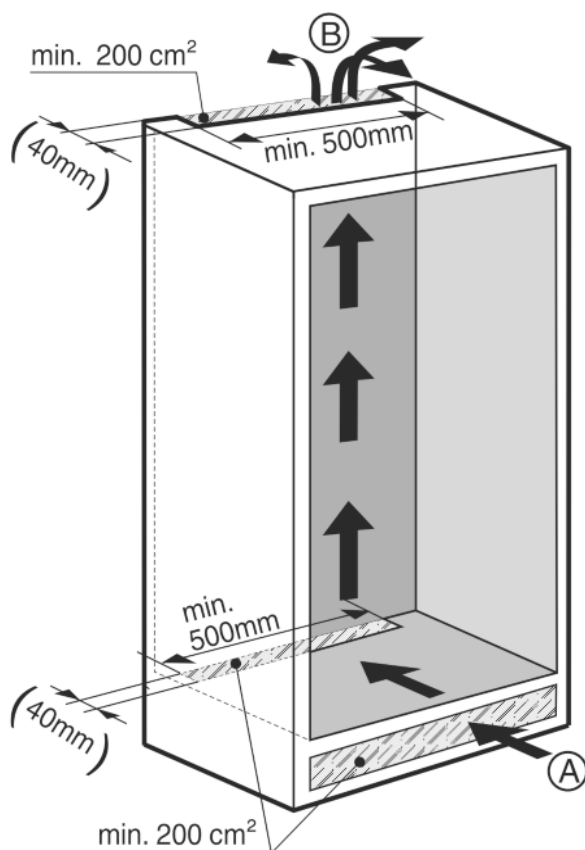

Fig. 3
- Trebuie să existe o secțiune de ventilație eficientă de minim 200 cm² per aparat la admisia aerului Fig. 3 (A) și evacuarea aerului Fig. 3 (B).